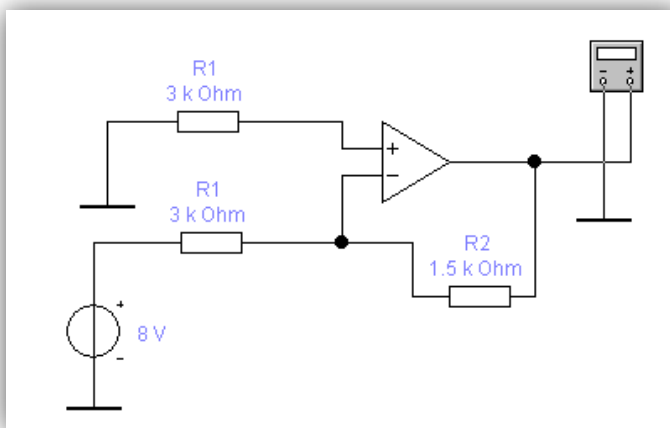

Рисунок 14 – Схема инвертирующего операционного усилителя
1. Исследуйте инвертирующую схему операционного усилителя (рисунок 14) и заполните таблицу 16.